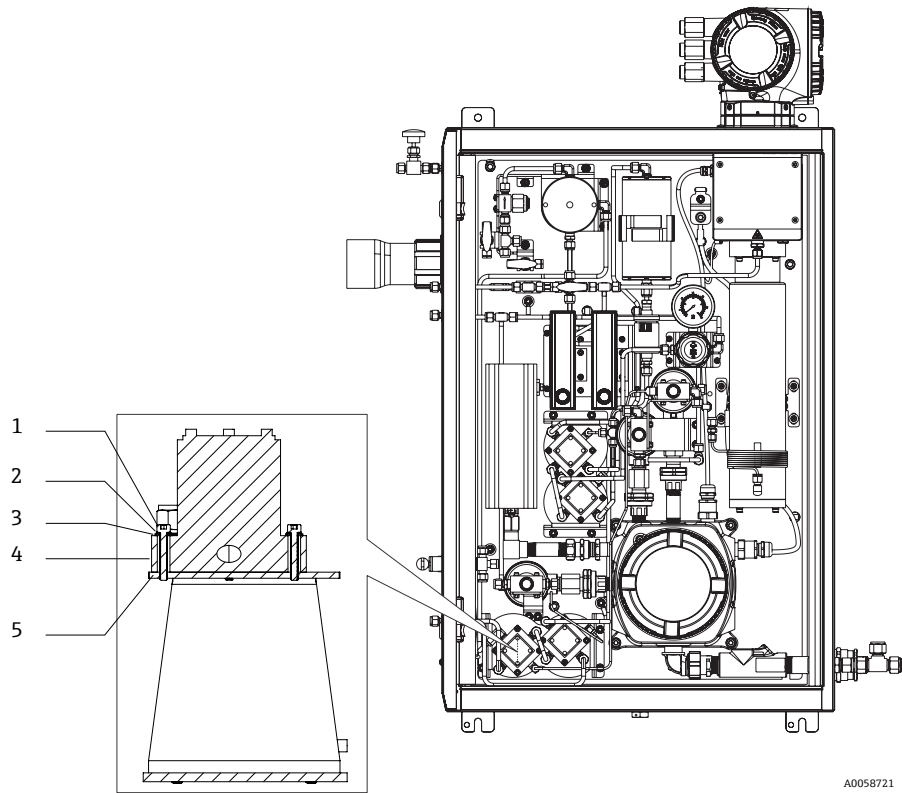

図 31. 空圧バルブアセンブリの断面図
- 5. 以前に取り外したすべての配管を再接続します。空圧バルブアセンブリの取外し → 図 31 を参照してください。